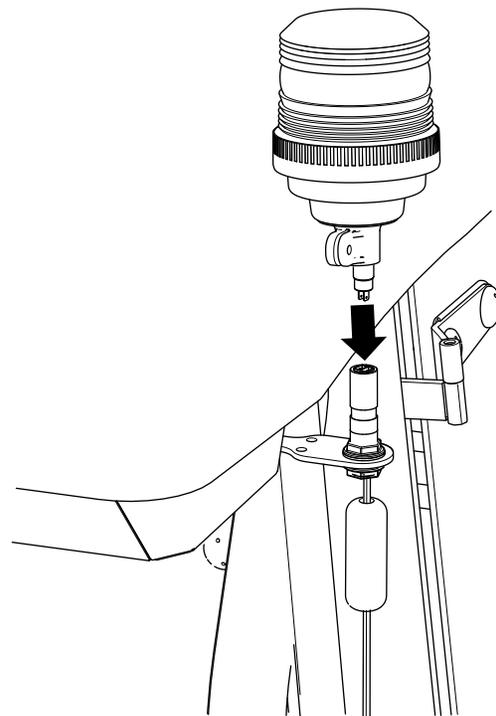

Figure 18
- Assemblez le gyrophare sur le haut de son support (Figure 18).